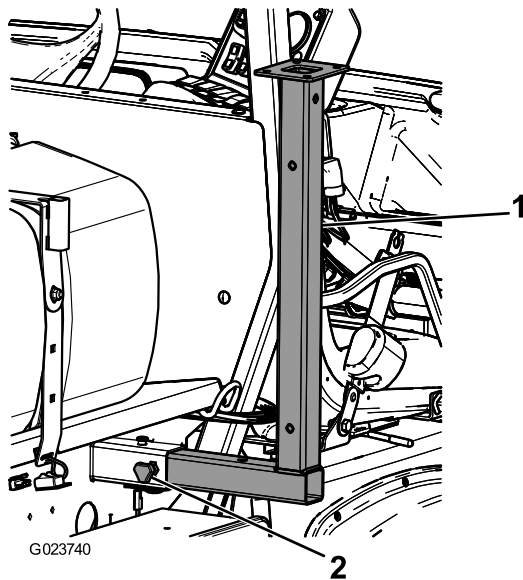

Figura 50
1. Inserite i cavalletti metallici anteriori capovolti nel telaio vicino ai punti di ancoraggio anteriori (Figura 50).